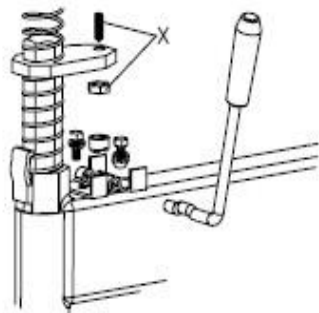

Fig 12
Remarque : Si le bras vertical hexagonal n'est pas verrouillé ou ne répond pas à l'exigence de 2-3 mm du bas de la tête de montage à la jante, veuillez ajuster la plaque de verrouillage hexagonale, reportez-vous à la figure 12 (X).